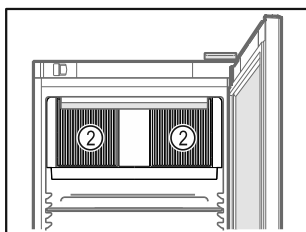

Fig. 49
- ☐ Se till att inte blockera ventilationsgallren Fig. 49 (2) för fläkten inne i skåpet.